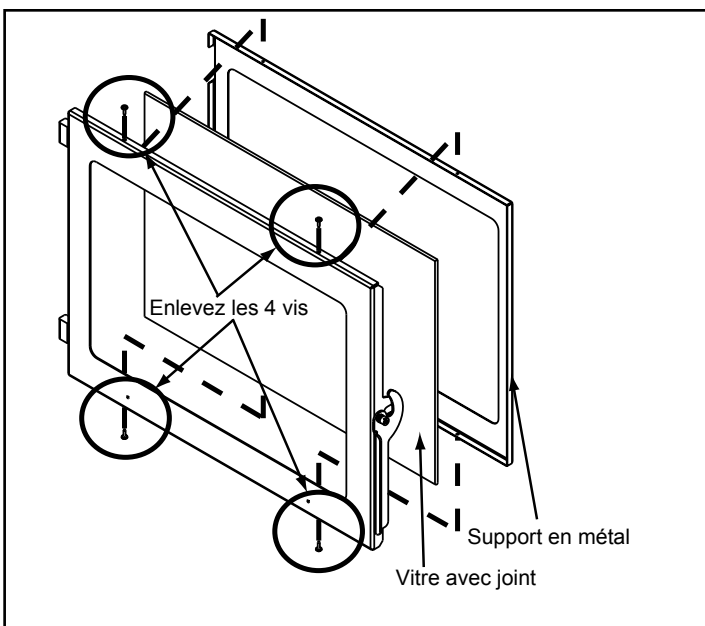

Figure 28.1
- Utilisez un tournevis à tête cruciforme pour enlever les 4 vis, 2 situées sur le dessus et 2 au-dessous. Enlevez le support en métal et la vitre. **Figure 28.1.**